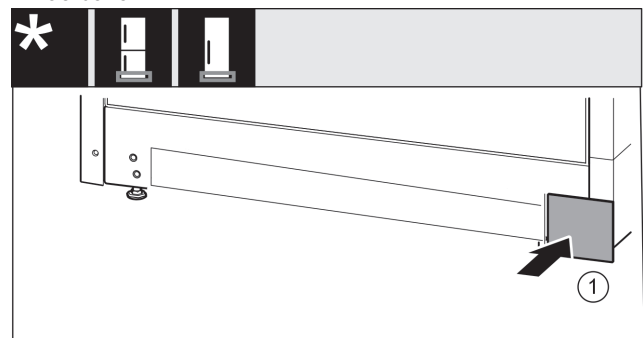

Fig. 17
- Sätt tillbaka skyddet Fig. 17 (1) på den andra sidan.